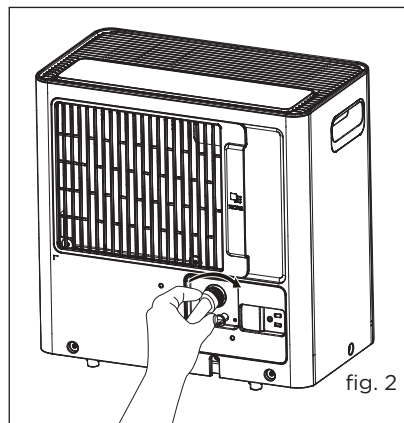

fig. 2
- d. Atornille la manguera de jardín en la pate roscada del conector de drenaje. (fig.2)